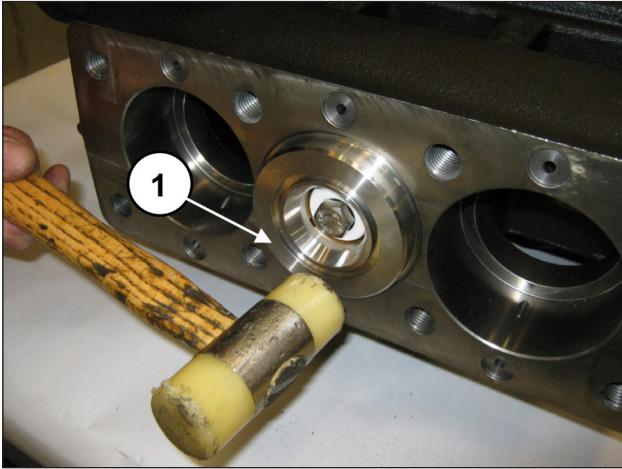

Abb. 188
Vergewissern Sie sich, dass die Gruppe Buchse-Dichtungshalter bündig in ihrem Sitz liegt (Pos. ①, Abb. 188).